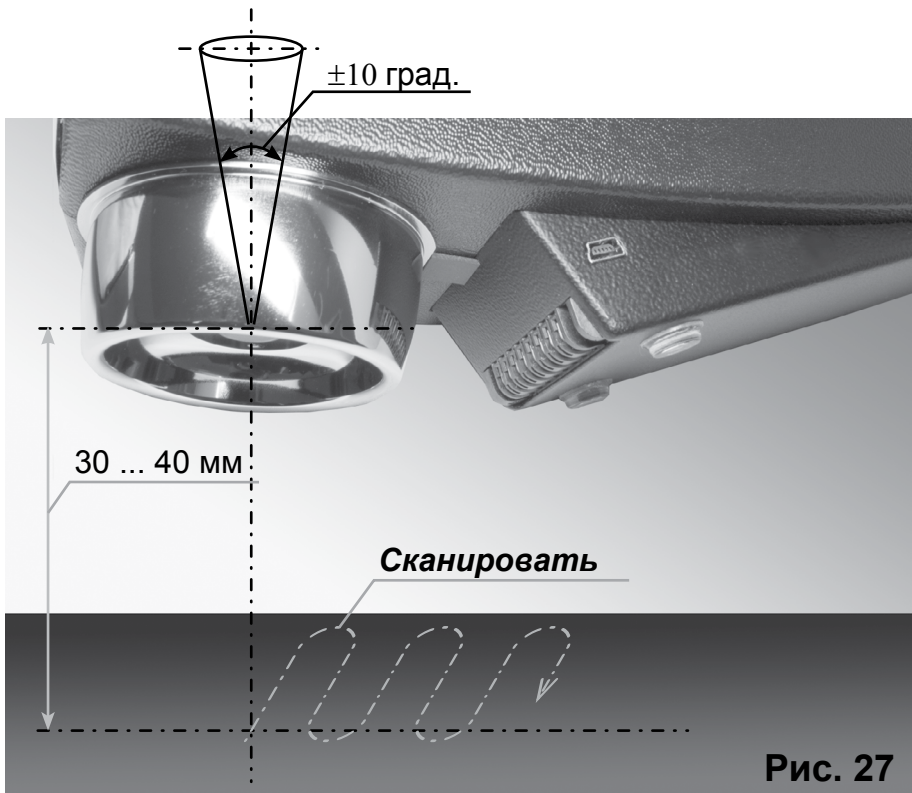

Рис. 27
1. Поднесите пробоотборную поверхность детектора к обследуемой поверхности (Рис. 27) на расстояние 30...40 мм.